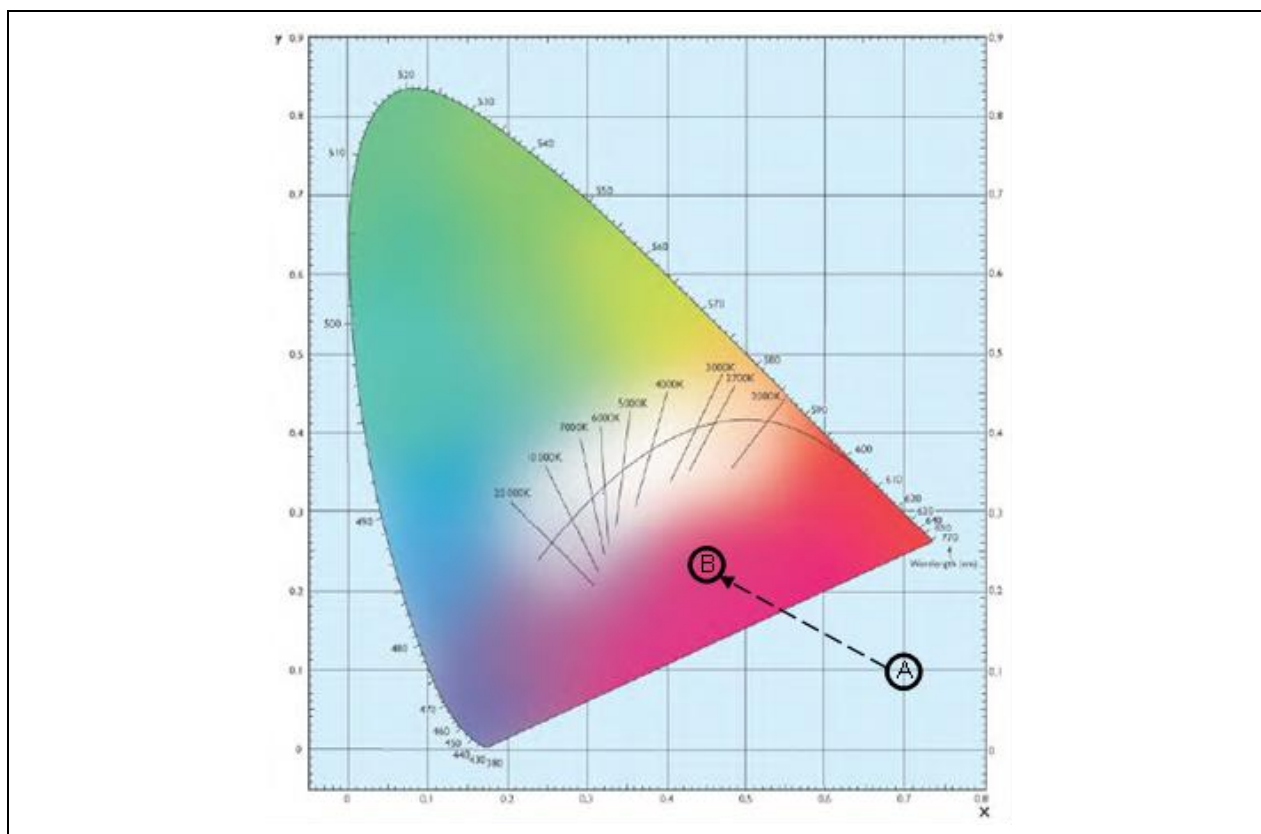

図 3-1. CIE 1931 色空間、ケンブリッジ大学出版局
1. CIE 色空間(図 3-1)に従って、表現可能な色の XY 座標を選択して入力してください。